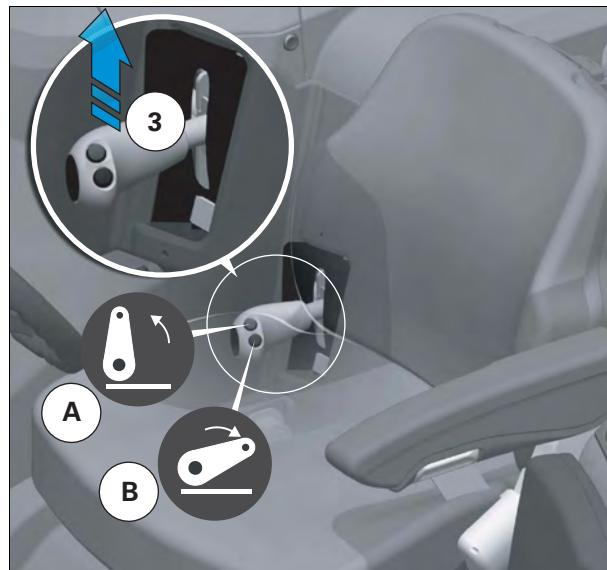

Рис. 18.
- Потяните стопорный рычаг (3) рис. 18, чтобы освободить крюк, затем нажмите на кнопку (B), чтобы опустить крюк на землю.
- Нажмите и удерживайте кнопку подъема сцепного устройства (A) рис. 18 на блоке управления сцепным устройством, пока крюк не будет автоматически зафиксирован.